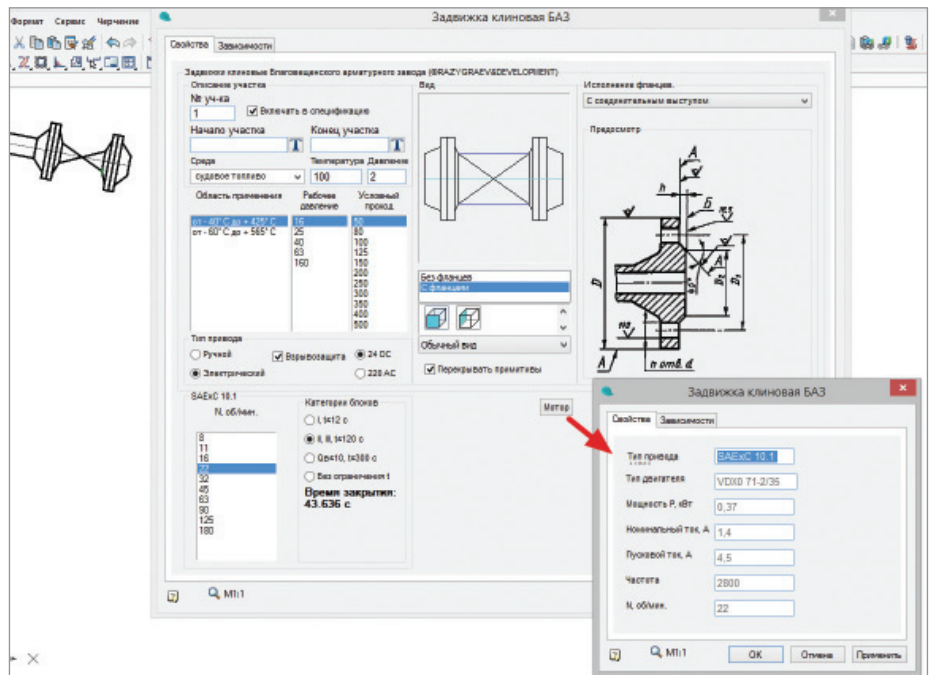

Рис. 1
- параметрическим объектам можно задавать практически неограниченное количество взаимозависимых параметров, видимостей – как внутри самого параметрического объекта, так и связей с другими объектами на чертеже (рис. 1). Основным ограничителем тут служит фантазия разработчика;